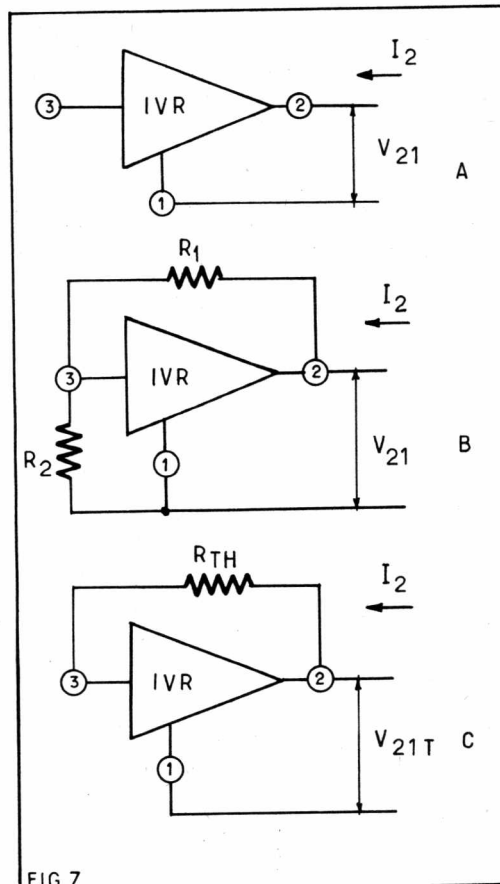

FIG.7
absolues, à 25 °C, relevées à l'aide du montage de mesures de la figure 7 (A).
Le schéma de la figure 7 (C) représente le montage équivalent de celui de la figure 7 (B) obtenu à l'aide du théorème de Thévenin. La valeur de R_{th} , résistance d'entrée dite de Thévenin est
Le montage de la figure 7 B est en régulateur shunt. La tension de sortie est régulée selon la relation $V_{23} = V_{21h} (R_1 + R_2)/R_2$.